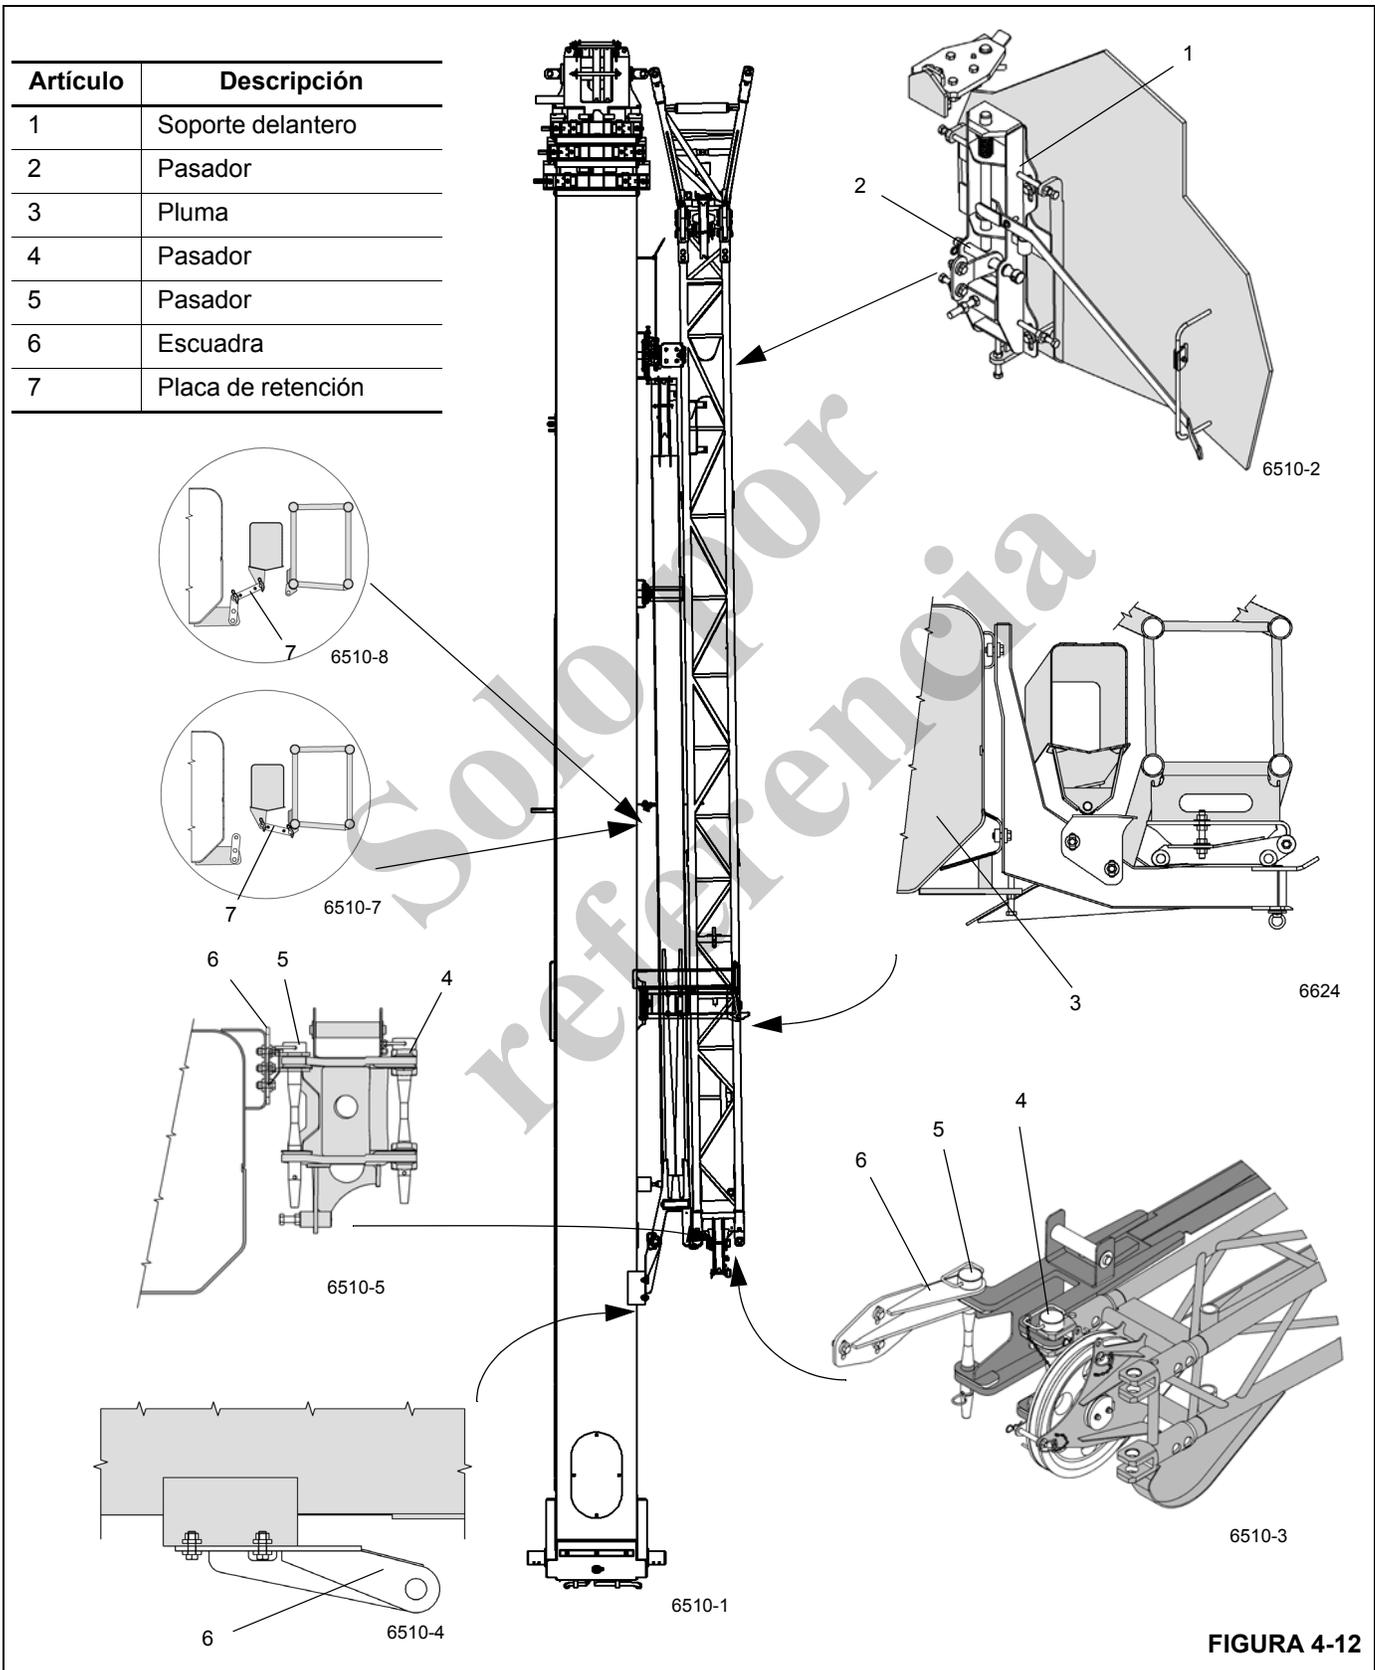

FIGURA 4-12
- Revise las conexiones y establézcalas si fuera necesario (Figura 4-12).
- La sección de 33 pies (10.1 m) está trabada en el soporte delantero (1) de la pluma principal y está asegurada con un pasador de retención (2)
- Los pasadores (4) están insertados en el punto de pivote, entre las secciones de 23 pies (7 m) y de 33 pies (10.1 m).
- La conexión (7) en la zona central se encuentra entre la sección de 23 pies (7 m) y la sección de 33 pies (10.1 m).
- La conexión (5) entre la sección de 23 pies (7 m) y la pluma principal en la zona trasera ha sido establecida (Figura 4-12) (N° de control 6510-7).
- La conexión (7) en la zona central se encuentra entre la sección de 23 pies (7 m) y la pluma principal (3) (Figura 4-12).
- La conexión (5) entre la sección de 23 pies (7 m) y la pluma principal en la zona trasera ha sido establecida.